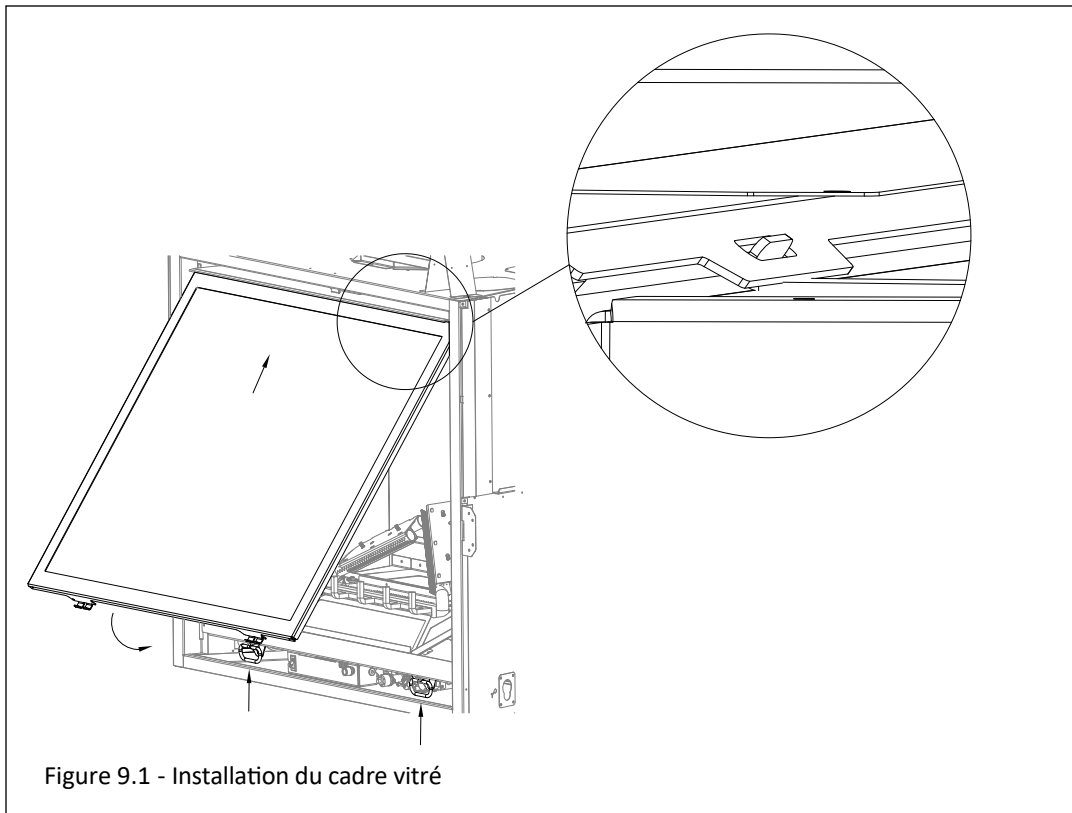

Figure 9.1 - Installation du cadre vitré
1. Inclinez le haut du cadre vitré tel que montré à la Figure 9.1. Alignez les fentes au haut du cadre vitré au-dessus des languettes au haut du foyer, tout en abaissant en place le bas du cadre vitré.